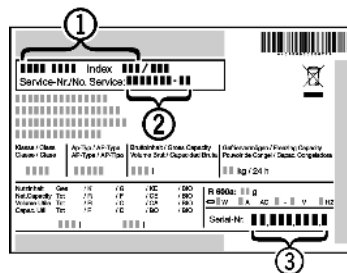

Fig. 7
- ▶ Lugege tüübisildilt maha seadme nimetus *Fig. 7 (1)*, teenindusnr *Fig. 7 (2)* ja seerianr *Fig. 7 (3)*. Tüübisilt asub seadme vasakul siseseinal.
- ▶ Teavitage klienditeenindust ja edastage viga, seadme nimetus *Fig. 7 (1)*, teenindusnr *Fig. 7 (2)* ja seerianr *Fig. 7 (3)*.